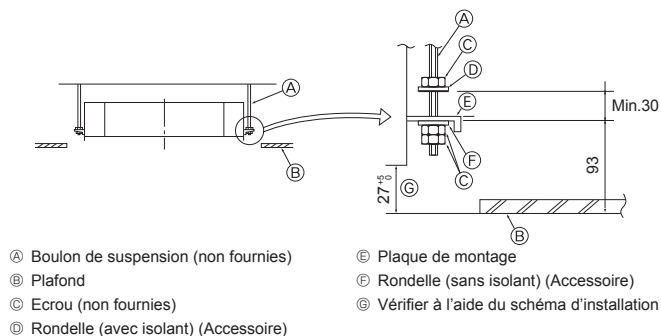

Fig. 2-5
2.5. Méthodes de suspension de l'appareil (Fig. 2-5)